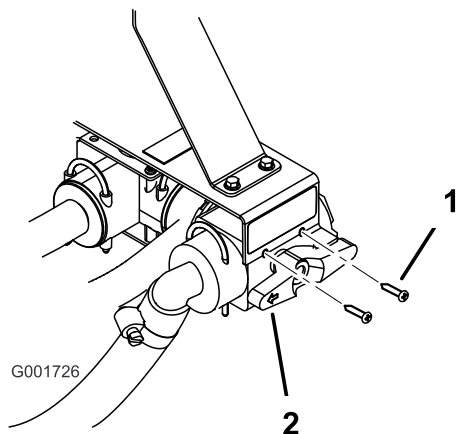

図 13
10. ねじ 2 本を使用して新しい制御バルブをブラケットに固定する (図 13)。